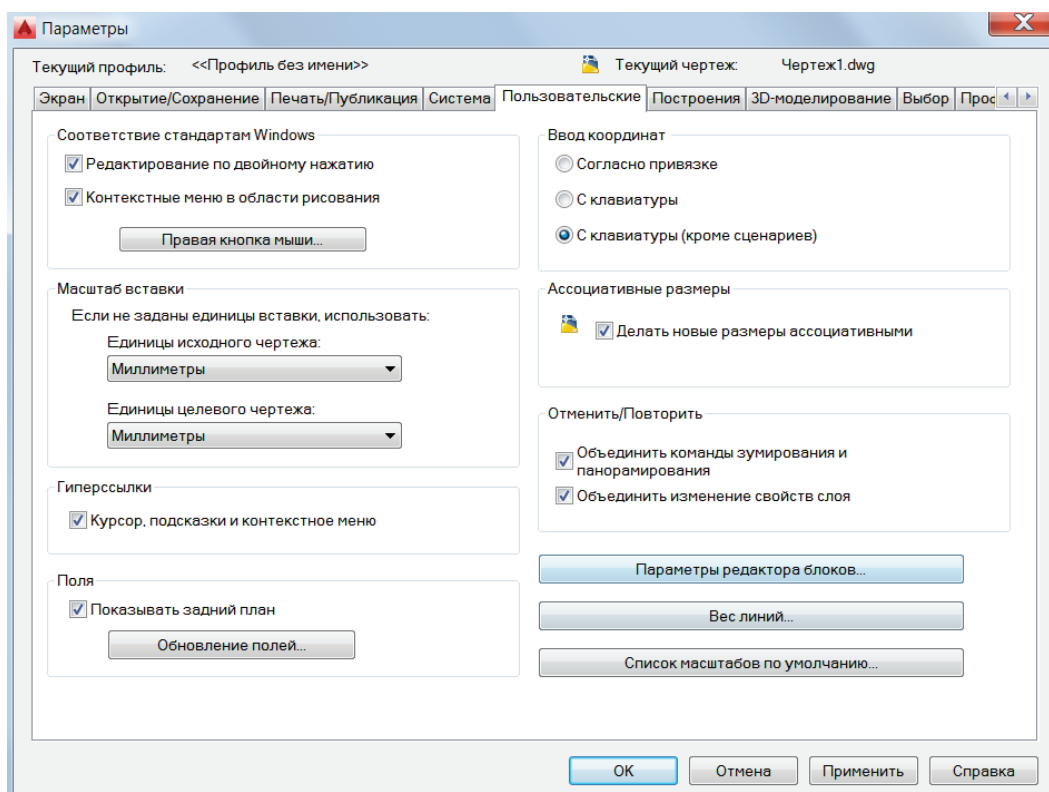
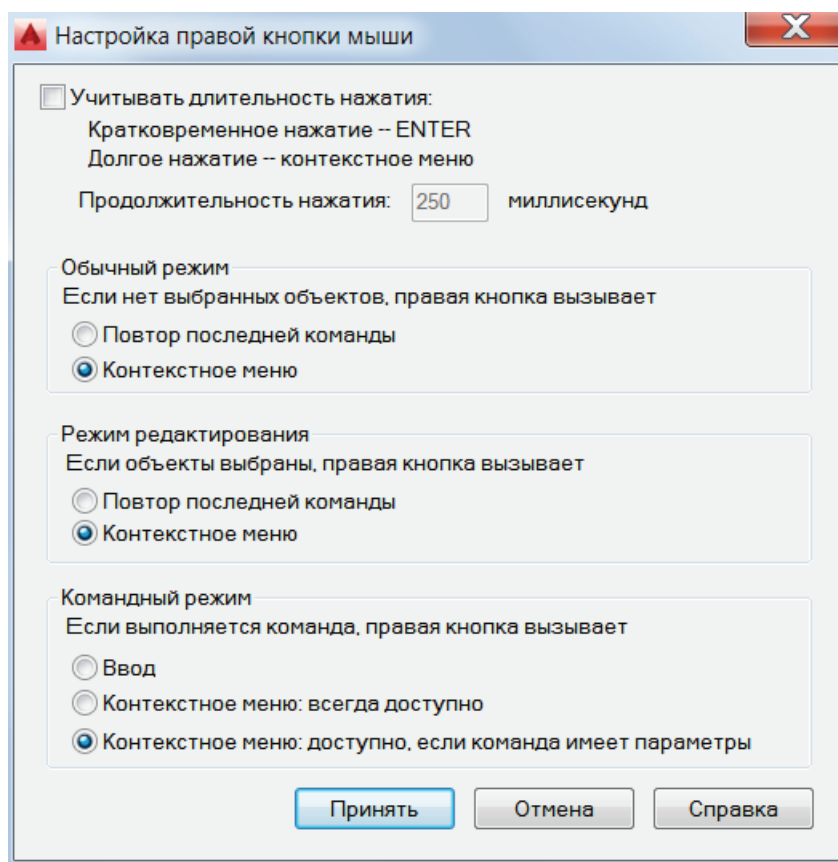

Рис. 1.4.3. Диалоговое окно **Настройка**. Вкладка **Пользовательские**
Рис. 1.4.4. Диалоговое окно **Настройка правой кнопки мыши**
3. Вкладка **Пользовательские** (рис. 1.4.3).
- кнопка **Правая кнопка мыши** (см. рис. 1.4.3) позволяет настроить контекстное меню при щелчке правой кнопкой мыши в графической области чертежа. Диалоговое окно **Настройка правой кнопки мыши** открывается, если щелкнуть по кнопке **Правая кнопка мыши** ЛКМ. Выполните настройки правой клавиши мыши, как показано на рис. 1.4.4;